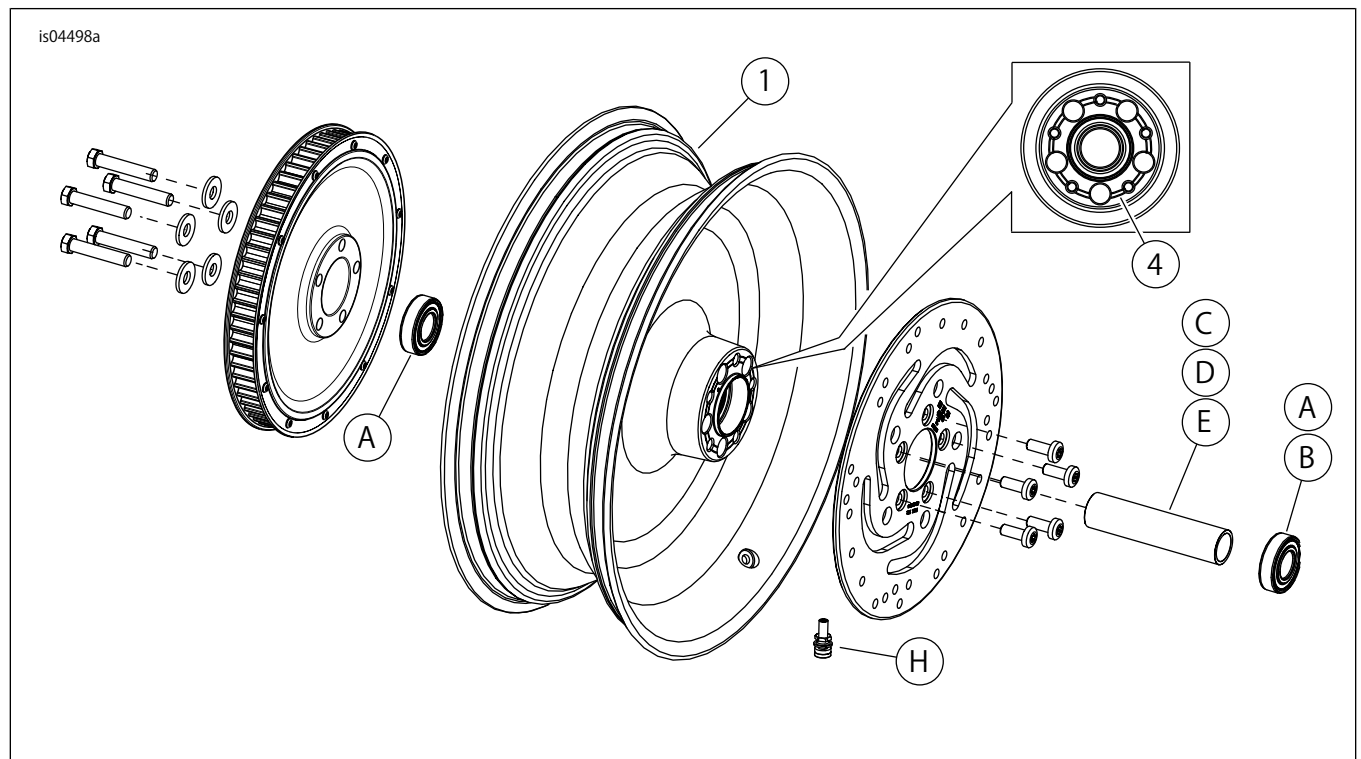

図1。交換用パーツ:リアソリッドディスク鍛造ホイール
「図1」および「表2」を参照してください。
2. 図1を参照してください。ホイールにバルブシステムアッセンブリー(H)を取り付けます。サービスマニュアルの「タイヤ」を参照してください。